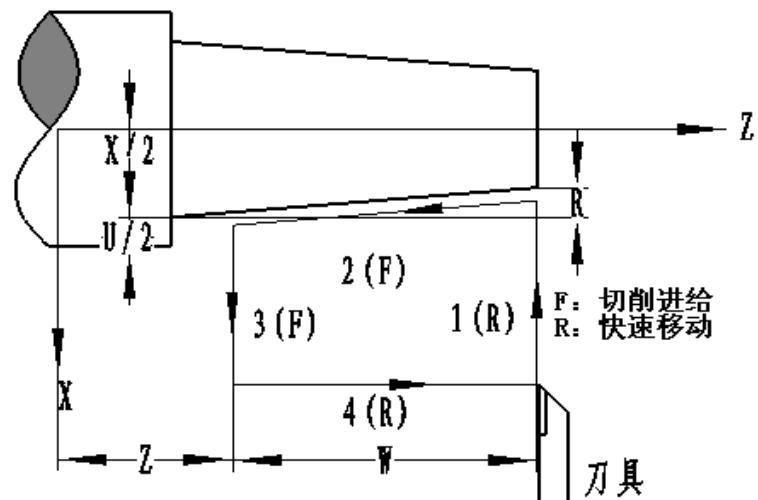

图 2-17
功能说明： G90 可实现圆柱面、圆锥面的单一循环加工，循环完毕后刀具返回起刀点位置（轨迹 1 的起点），如图 2-16 和图 2-17。图中 (F) 线段表示切削进给，(R) 线段表示快速移动。